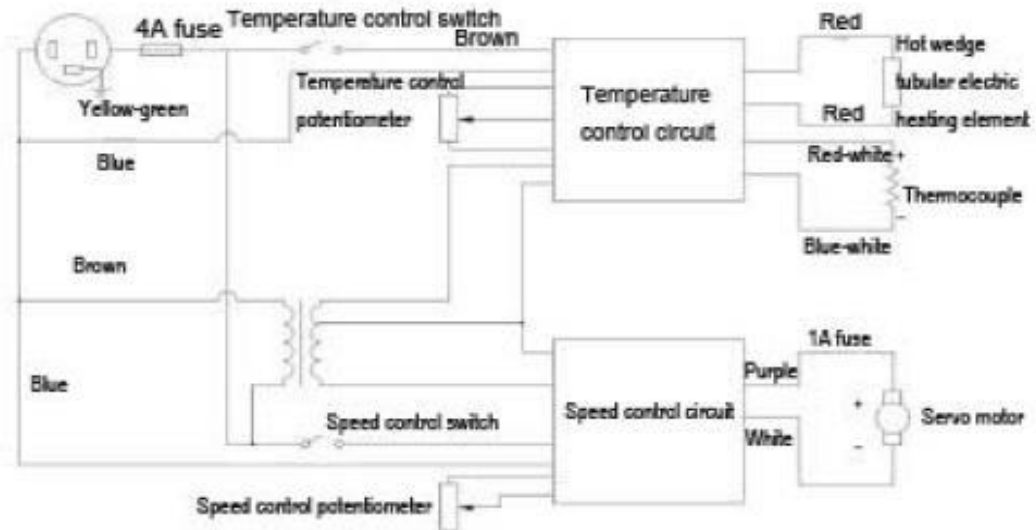

Рис. 9 Схема управления
7. Схема управления и схема блока управления (рис.9 и 10)